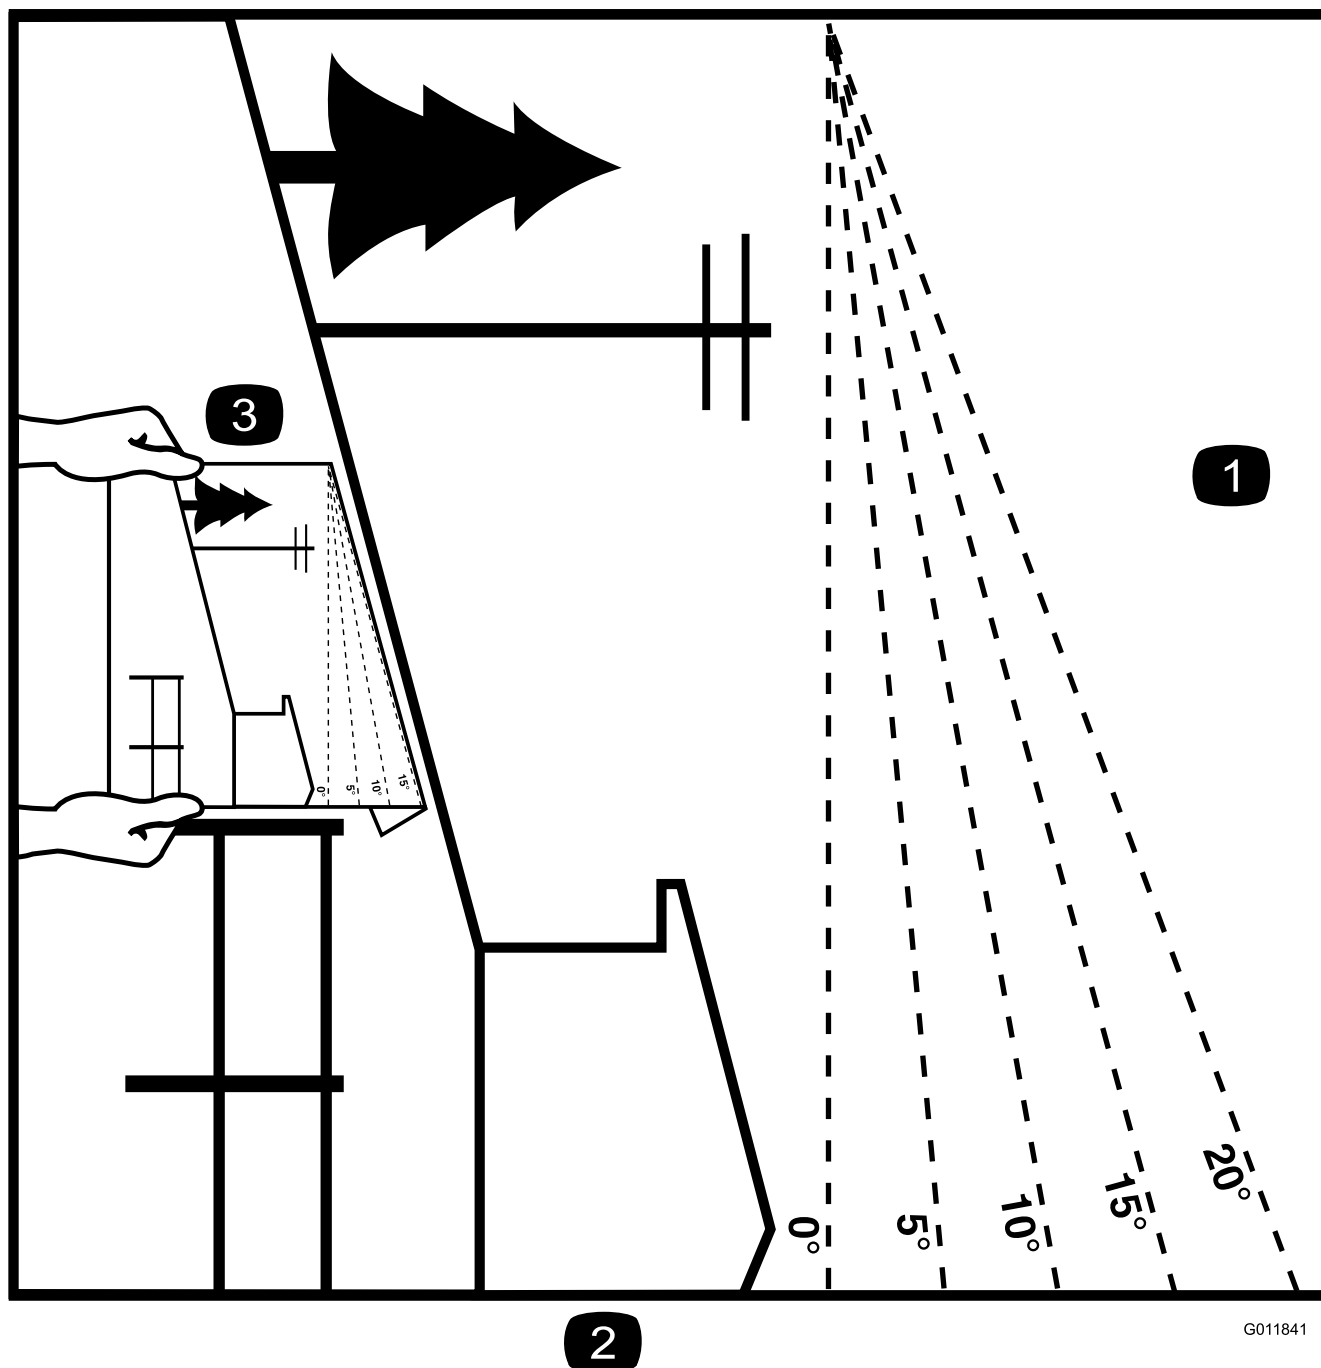

Рисунок 2
- Чтобы определить приблизительный угол наклона рабочей площадки, где будет производиться аэрация, см. Рисунок 2.